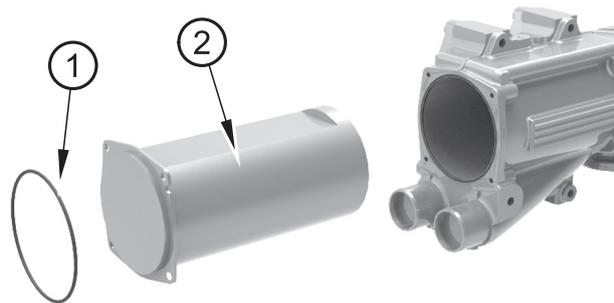

Figura 19
1. Rimuovere l'O-ring (figura 19 voce 1) e il fascio di tubi (voce 2).